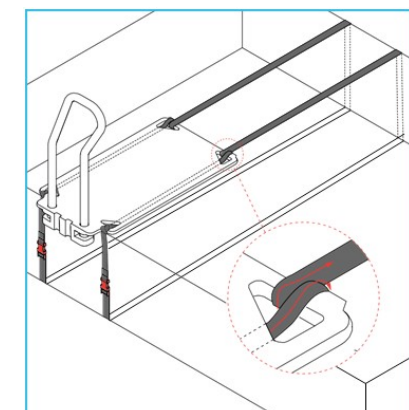

Abbildung 3
3.1d Nehmen Sie den ersten Gurt. Stecken Sie die weibliche Schnalle durch einen der dreieckigen Schlitz in der Nähe des Handlaufs und machen Sie einen Knoten. Die Schnalle sollte etwa 50-75 mm an der Seite des Bettes herunterhängen (siehe Abb. 3).
3.1f Führen Sie den Gurt über die Oberseite des Bettes zurück unter das Diwanbett (siehe Abb. 3). Um den Gurt unter dem Lattenrost zu befestigen, führen Sie den Gurt bis zum Ende des Sockels, heben Sie das Ende des Sockels an und führen Sie den Gurt unter den Beinen/Rollen durch.
3.1j Wiederholen Sie den Vorgang für den zweiten Gurt, der auf der anderen Seite des Betthebelbretts angebracht wird. Hebelplatte. Die Betauflage sollte nun vollständig an der Liegefläche befestigt sein Sockel befestigt seiin. (siehe Abb. 3).